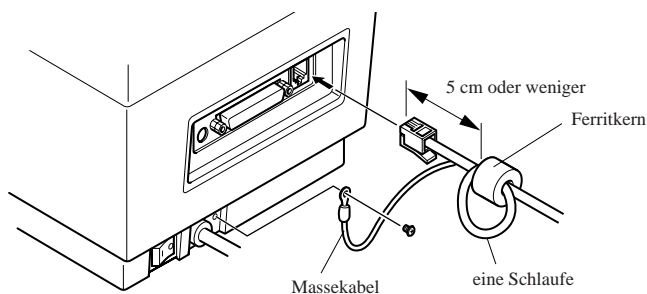

Abb. 3-5
- Klemmen Sie den großen Ferritkern auf die gleiche Weise wie für das Schnittstellenkabel beschrieben auf das Kabel für das Peripheriegerät. Bei diesem Ferritkern müssen Sie allerdings das Kabel wie in Abb. 3-5 gezeigt in einer Schlaufe führen.